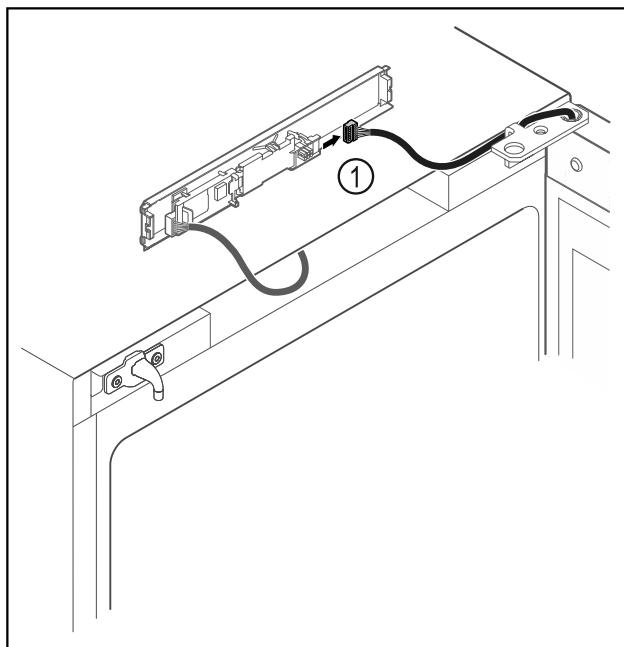

Fig. 18
► Odvojite utikač Fig. 18 (1) od tiskane pločice.